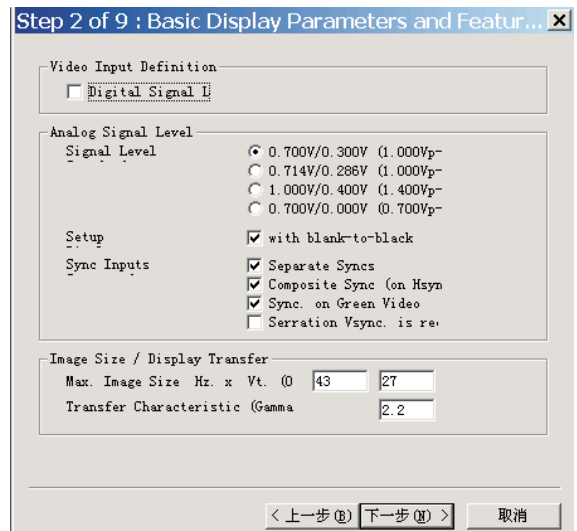

Fig. 15
1. Click Next, bring up Fig. 15.